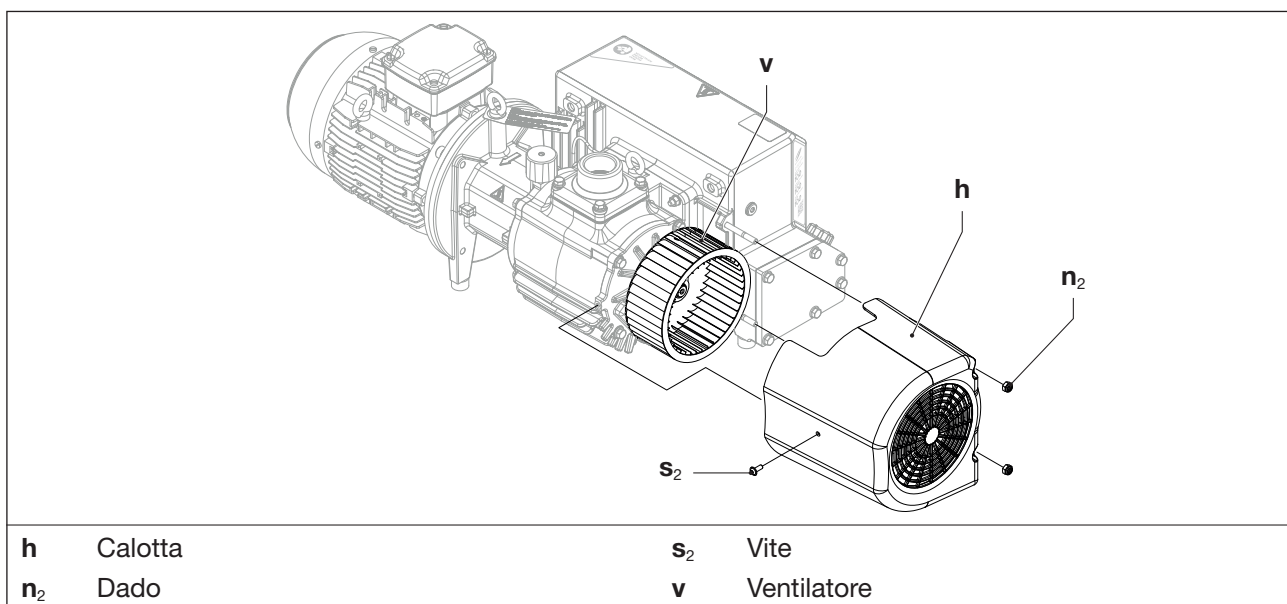

Fig. 9 Ventilatore
- Allentare una vite (Fig. 9/s₂) e due dadi (Fig. 9/n₂) dal cappuccio.
- Rimuovere il cappuccio (Fig. 9/h) dalla pompa.
- Pulire/soffiare il ventilatore (Fig. 9/v) e controllare se ci sono danni. Utilizzare la macchina solo con ventilatore tecnicamente perfetto.
- Pulire/soffiare le fessure di ventilazione sul cappuccio (Fig. 9/h).
- Rimettere il cappuccio sulla pompa e fissarlo con la vite (Fig. 9/s₂) e i dadi (Fig. 9/n₂). Coppia: 5 Nm